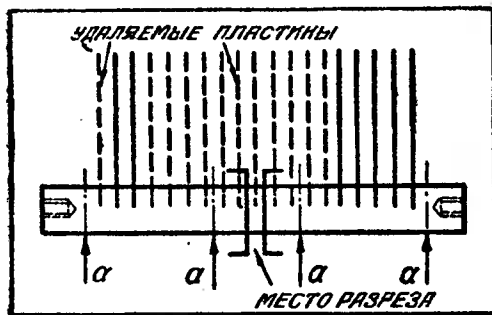

Рис. 3. Разбивка статора на две неравные части для к. в. приемника
1) На стр. 17, 7-я строка сверху, вместо «рис. 2» следует «рис. 3».
2) На стр. 18 — в схеме рис. 3, конденсатор C_{11} должен быть переменным. Переключатель P_1 своей подвижной частью должен быть присоединен к проводу между « L_{11} » и « C_{11} ».